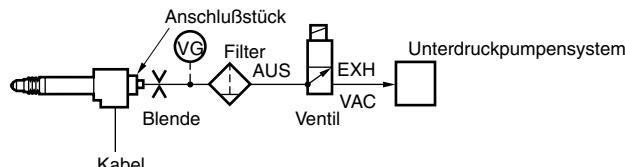
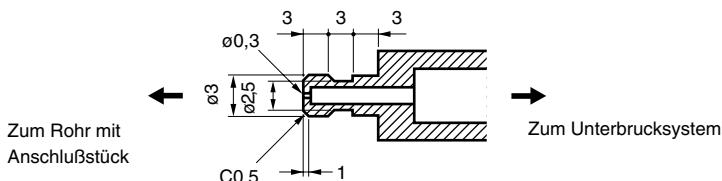

Abb. 1 Druckluftsystem
Abb. 2 Maße der Blende
- Für den Betrieb des Meßgeräts DG805BLM/DG805BLE, DG810BLM/DG810BLE, mit einer Unterdruckpumpe ist das Druckluftsystem entsprechend Abb.1 anzugeben. Der optimale Druck liegt bei 40 bis 66,7 kPa. Darüber hinaus ist eine Blende (siehe Abb. 2) am vom Drucklufttheberanschluß kommenden Rohr anzubringen, um die Luftansaug- und ausstoßgeschwindigkeit zu steuern. Der Meßfühler wird beim Luftausstoß zur Unterdruckpumpe gehoben.